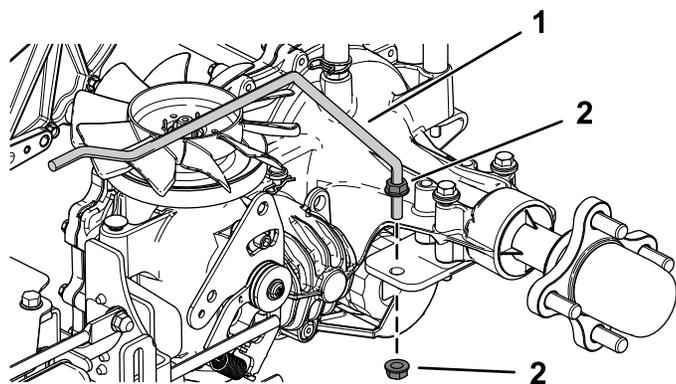

図 6
2. 左右の新しい後サポートロッドを取り付ける各側で Whiz ナット $\frac{3}{8}$ "2個を使用する 図 6。